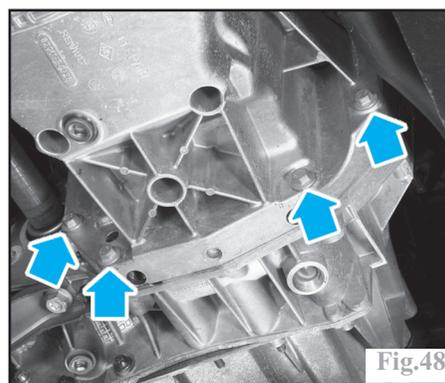

Fig.48
- les fixations du carter inférieur sur le carter d'embrayage (Fig.48) et le bloc-cylindres puis le dégager.